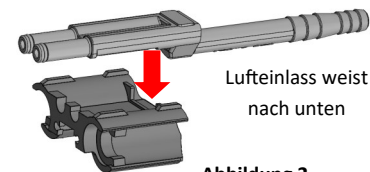

Abbildung 2
- Luftschauch (Abbildung 2) ausrichten, so dass der Luftenlass in Richtung des Halters weist